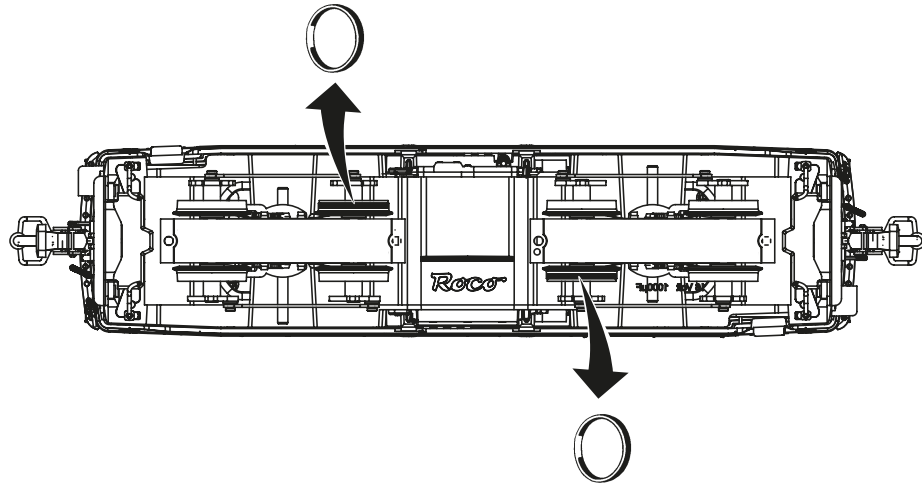

Fig. 7
1. Schmierung: Versehen Sie die im Schmierplan in Fig. 7 gekennzeichneten Stellen mit nur **kleinen Öltropfen**. Dazu zuerst das Lokgehäuse abnehmen (Fig. 3). Wir empfehlen den **ROCO Öler Art.-Nr. 10906**. Fürs Schmieren der Getriebeteile (Zahnräder, Schnecke) empfehlen wir das **ROCO-Spezialfett Art.-Nr. 10905**. Im Falle der Schmierung diese Teile **nicht ölen**.
1. Lubrication: Apply **tiny oil drops** to spots marked in fig. 7. Prior to lubrication dismantle locomotive (fig. 3). We recommend using item no. **10906, Roco oiler**. For lubrication the gearparts (e.g. cogwheels, worm) we would recommended our Roco **special grease** (item no. **10905**).
1. Graissage: N'appliquez **qu'une toute petite goutte** aux endroits indiqués par le plan de graissage (fig. 7) après avoir démonté la caisse de la locomotive (fig. 3). Nous vous recommandons **le graisseur à huile Roco réf. 10906**. Pour graisser les engrenages (roues dentées, vis sans fin) nous vous conseillons la **graisse spéciale Roco réf. 10905** pour engrenages en matières synthétiques. Lorsque vous utilisez cette graisse il faut éviter d'huiler ces composants.